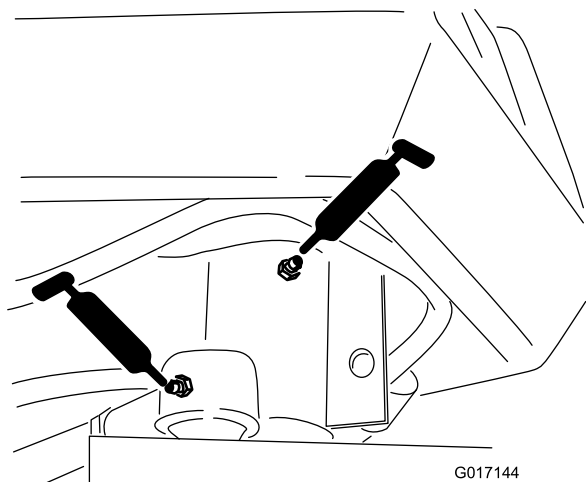

図 40
- ・ ステアリングフォークのシャフト：1か所 (図 40)
- ・ ステアリングシリンダロッドの端部 (図 40)